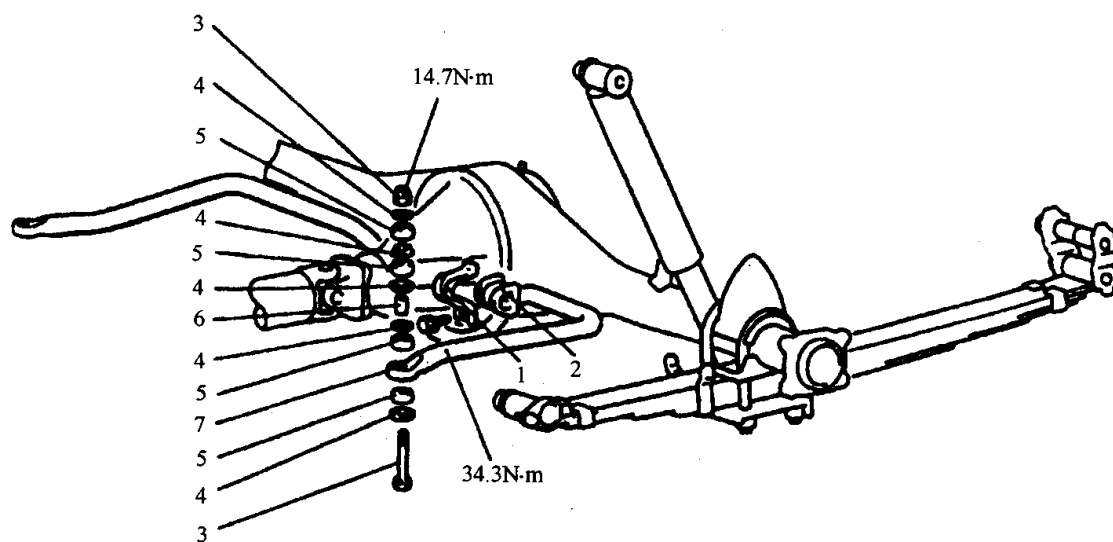
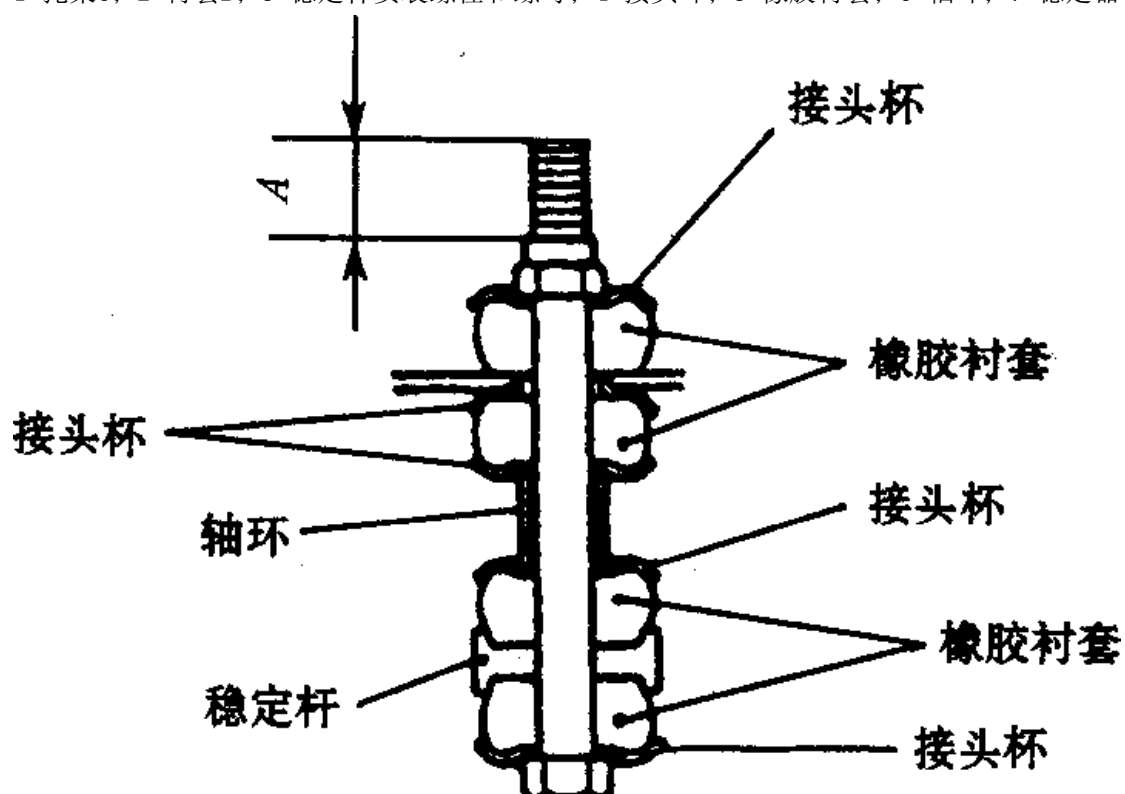

图7-38横向稳定杆的拆卸
图7-39横向稳定杆的安装
(4) 横向稳定杆的拆卸见图7-38。安装时，接头环和橡胶衬套按图7-39所示进行组装。拧紧稳定杆安装螺母，使尺寸A为15~17 mm。